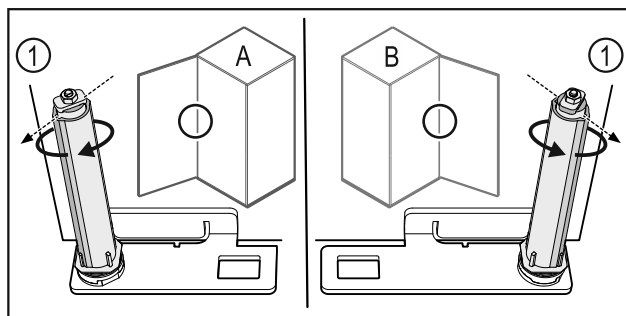

Fig. 57 Battuta a sinistra (A) / battuta a destra (B)
- Ruotare il sistema di chiusura contro la resistenza fino a quando la sporgenza del sistema di chiusura Fig. 57 (1) non è rivolta verso l'esterno.